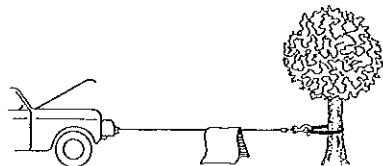

Figura 5
9. Es una buena idea poner una frazada pesada o una chamarra sobre el cable de alambre cerca del extremo del gancho cuando tire de una carga pesada (Figura 5). En el caso de que el cable de alambre falle, la tela actuará como atenuador para evitar que el cable de alambre latiguee. Levante la tapa del motor de su vehículo para aumentar la seguridad.